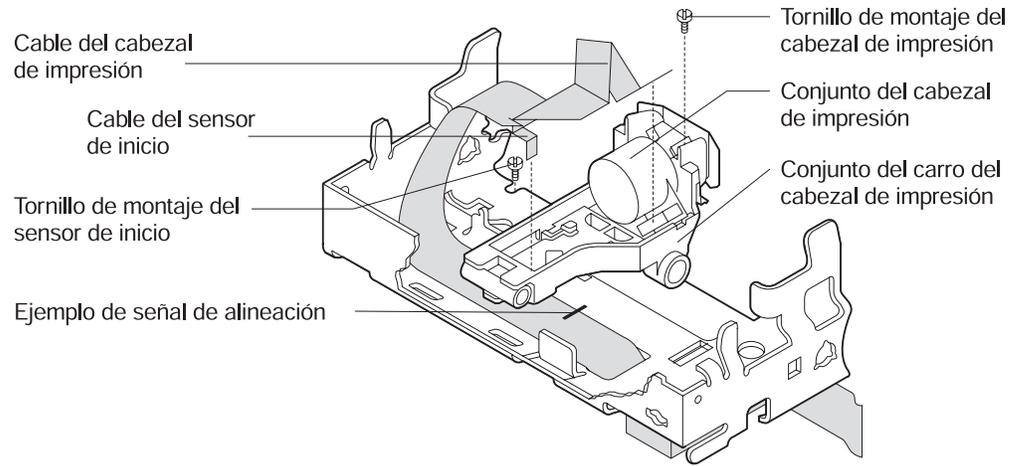

Figura 4-17. Desconexión del cable del cabezal de impresión y del sensor de inicio
5. Desconecte el **cable del cabezal de impresión** y el sensor de inicio del cabezal de impresión y páselo a través del bastidor para extraerlo del conjunto del carro (consulte la Figura 4-17 en la página 4-23).
6. Haga una señal de alineación a lo ancho del borde del cable, parte en el cable y parte en el bastidor (consulte la Figura 4-17 en la página 4-23).